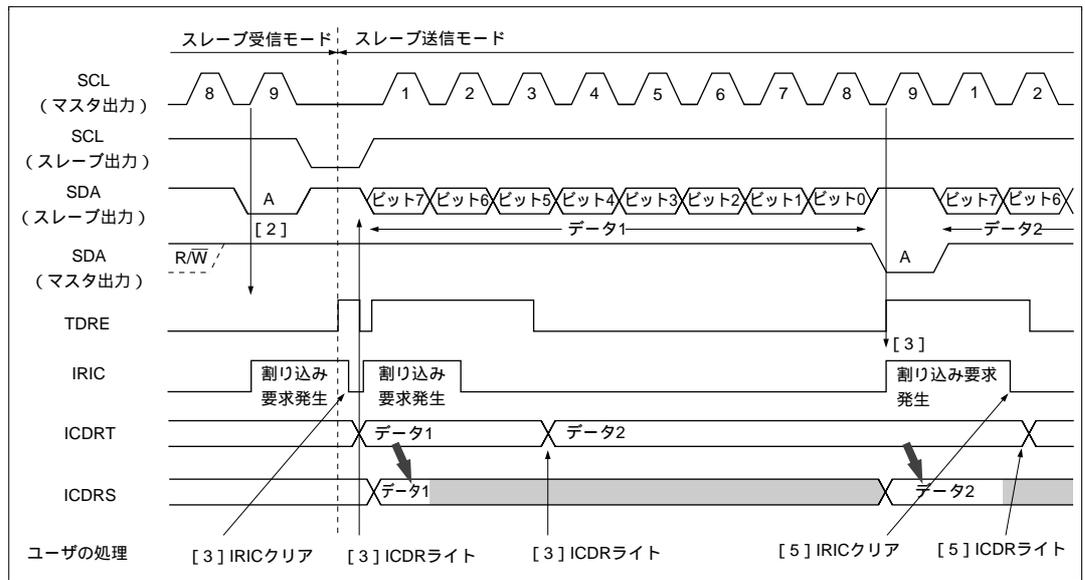

図 16.11 スレーブ送信モード動作タイミング例 (MLS = 0 のとき)
- [3] IRIC フラグを 0 にクリア後、ICDR にデータをライトします。このとき TDRE 内部フラグは 0 にクリアされます。ライトされたデータは ICDRS に転送され、TDRE 内部フラグおよび IRIC、IRTR フラグが再び 1 にセットされます。IRIC フラグを 0 にクリア後、ICDR に次のデータをライトします。スレーブデバイスは図 16.11 で示すタイミングでマスタデバイスが出力するクロックに従い、ICDR にライトされたデータを順次送出します。